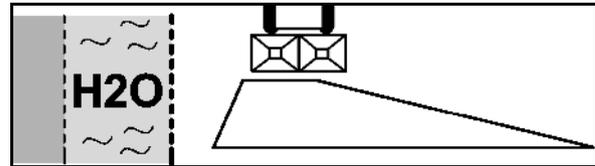
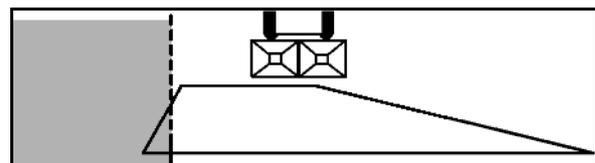

Fig. 62
Fig. 63
1. Soltar el tornillo de mariposa (Fig. 62/2) y descolgar la pantalla.
4. Asegurar la pantalla adicional (Fig. 62/1) con la chapa de retención (Fig. 63/1) y llevarla a la posición de estacionamiento (Fig. 63).